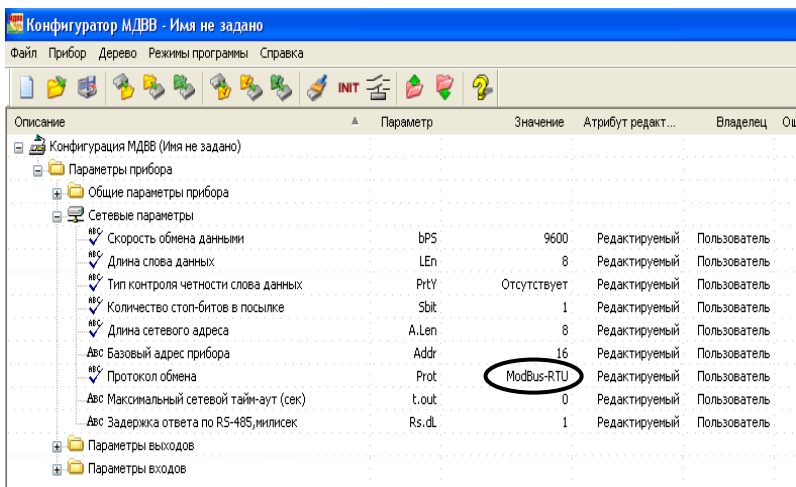

Рисунок 3.9 – Головне вікно програми-конфігуратора МДВВ
*Примітка.* Якщо робота виконується на ПК, до якого стенд не підключений, то необхідно вибрати команду *Работать OFFLINE*. Номер та параметри *COM*-порту ПК з підключеним стендом призначити виходячи з параметрів меню ПК *Панель управления*. На рис.3.9 показаний зовнішній вигляд головного вікна програми з розгорнутим слотом мережних налаштувань.
Для зв'язку модуля *МДВВ* з ПК у складі РСУ необхідно вибрати потрібний інтерфейс та протокол обміну. Оскільки передбачається доступ до даних модуля з боку *SCADA*-системи *TraceMode* із застосуванням *OPC*-сервера для приладів *OBEH* з інтерфейсом *RS-485* та протоколом *ModBus-RTU* необхідно змінити налаштування модулю на цей протокол, решту параметрів залишити без змін (рис. 3.9).